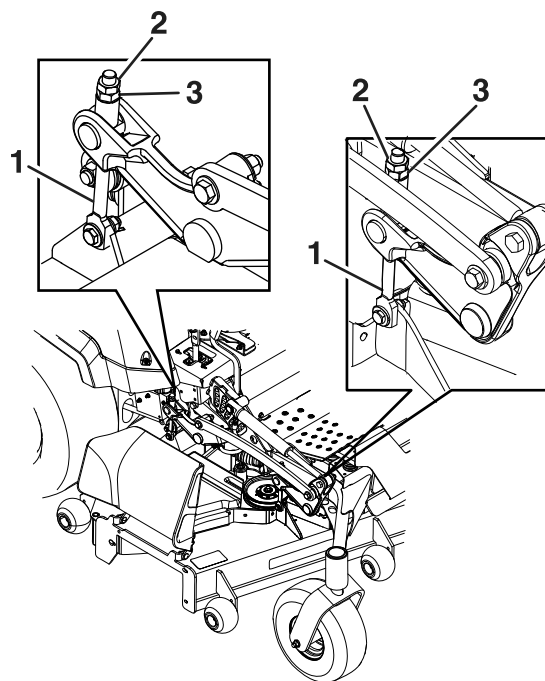

Figura 77
- Mettete a punto il dado di regolazione sul gruppo di sollevamento del piatto di taglio anteriore ruotandolo (Figura 77).